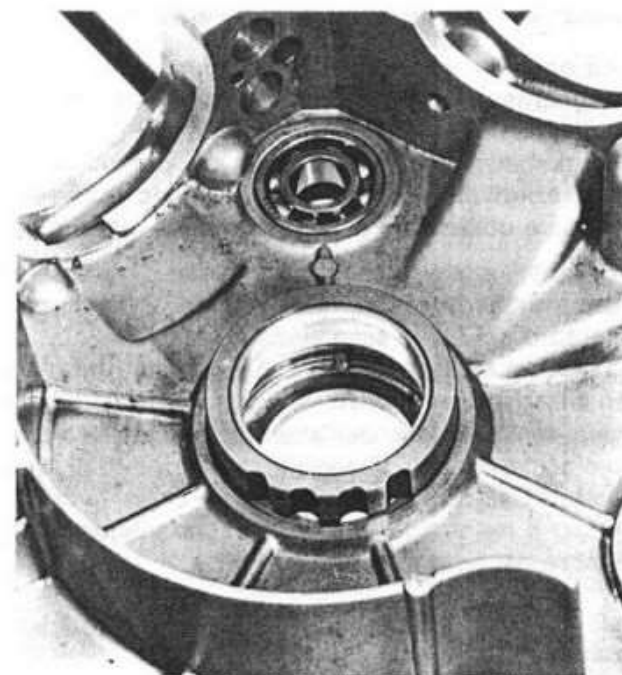

Fig. 146
**NOTA** - Disporre la bussola correttamente (I passaggi scarico olio devono essere orientati verso il basso vedi Fig. 146).
**NOTE** - The bearing housing should be positioned correctly (the oil drain slots should be facing downwards - see Fig. 146).